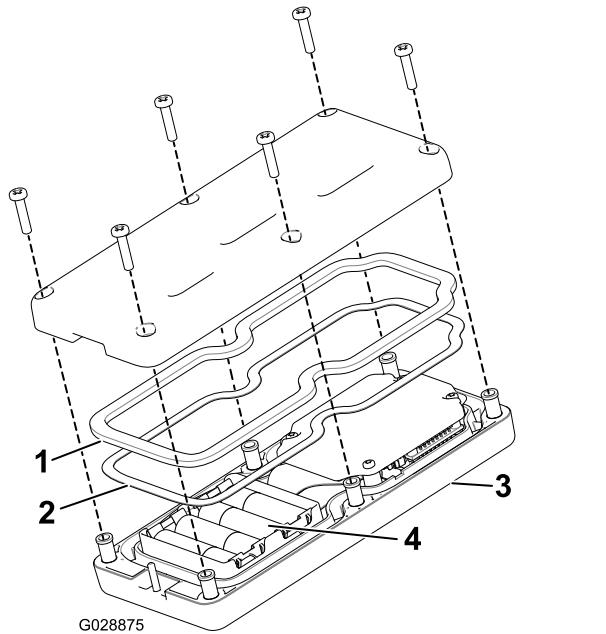

Figura 18
2. Instale as pilhas no encaixe terminal observando a devida polaridade. (Se as pilhas forem incorretamente instaladas, a unidade não será danificada, mas não funciona.) O encaixe tem gravadas marcas de polaridade em cada terminal (Figura 18).
3. Certifique-se de que a junta de aço e o vedante de borracha estão encaixados no canal no comando remoto e volte a colocar a tampa traseira (Figura 18).
4. Prenda a tampa com seis parafusos (Figura 18) e aperte-os com uma força de 1,5 a 1,7 N·m.